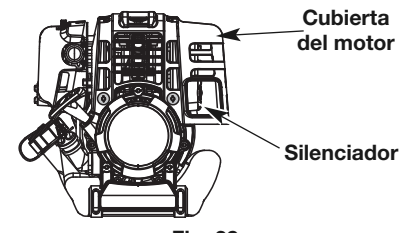

Fig. 28
- Saque la cubierta del motor (Fig. 28).